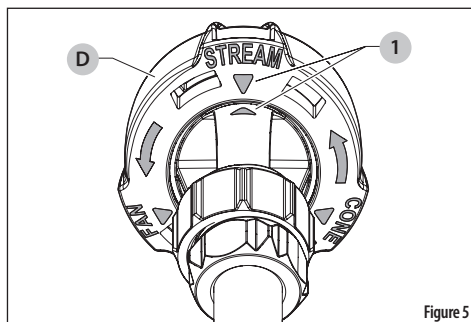

Figure 5
1. Sélectionnez le réglage souhaité de la buse 3-en-1 (D).
2. Le bout de la buse s'enclenche en place dès que les indicateurs en forme de flèche (1) seront alignés. Voir Figure 5